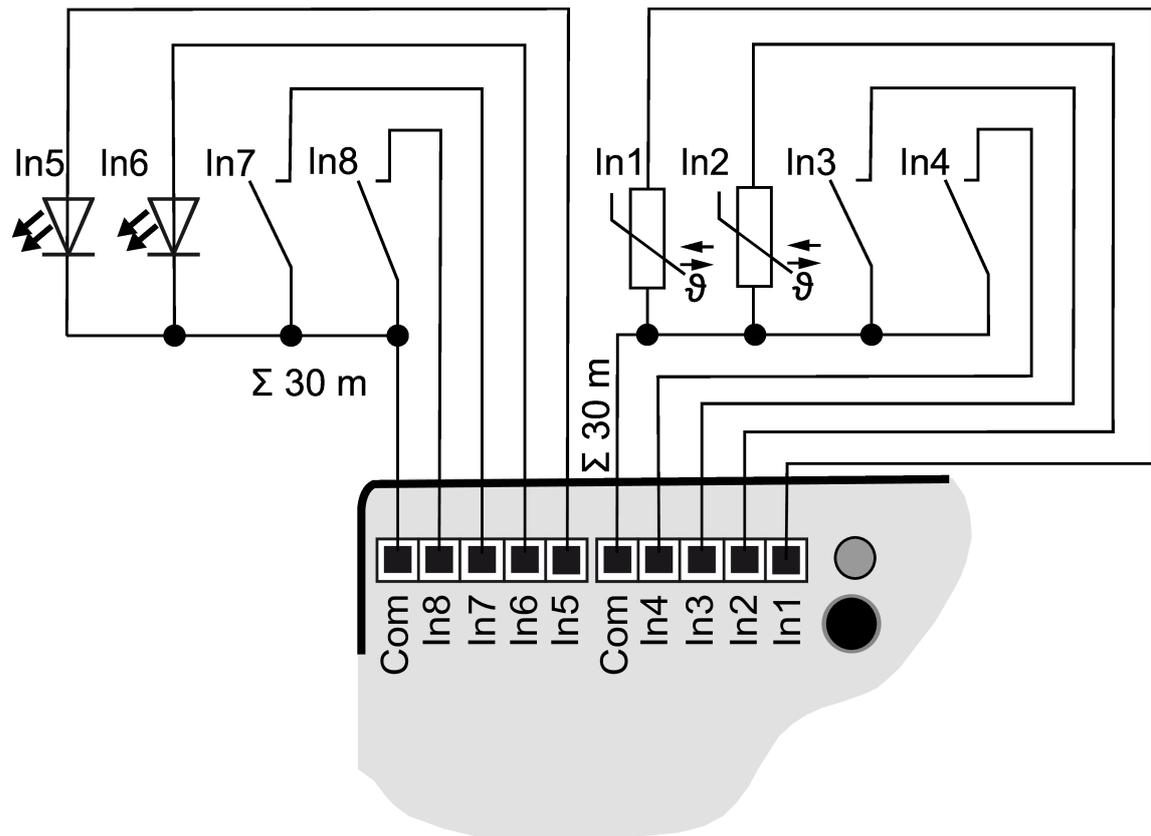

Figure 4: Exemple de raccordement
- Raccorder les boutons-poussoirs, les commutateurs, les contacts, les LED ou les NTC conformément aux exemples de raccordement avec les câbles de raccordement fournis (4) (voir figure 4). Les exemples de raccordement illustrent l'utilisation avec des entrées et des sorties.